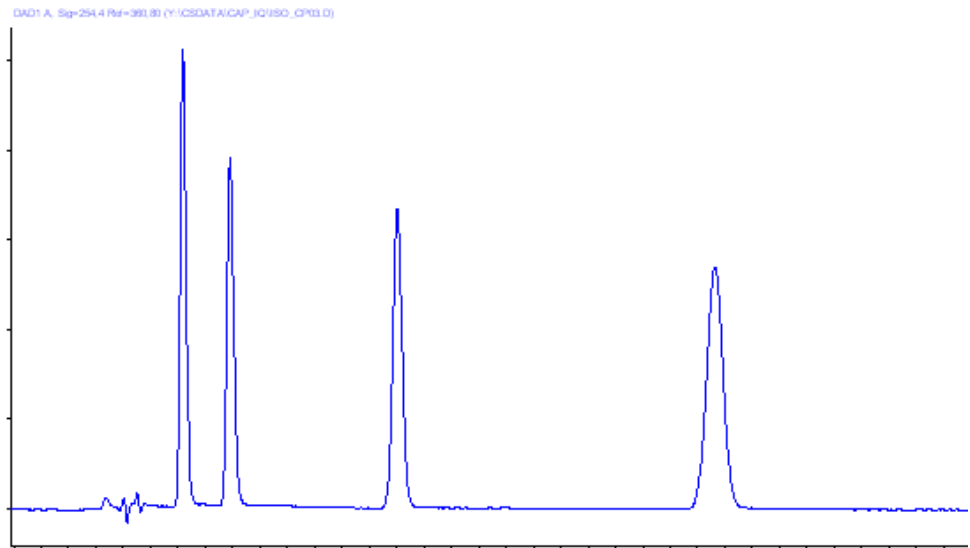

图 11 色谱图
- 2 将结果色谱图与第 53 页的图 11 中显示的典型色谱图相比较。
此分析的典型色谱图显示在第 53 页的图 11 中。色谱图准确的形状取决于色谱条件。溶剂质量、柱填充物、标准浓度以及柱温方面的变化将会对峰的保留和响应产生潜在的影响。